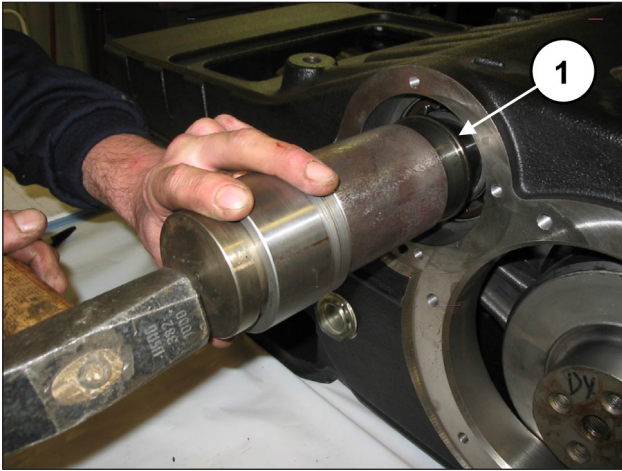
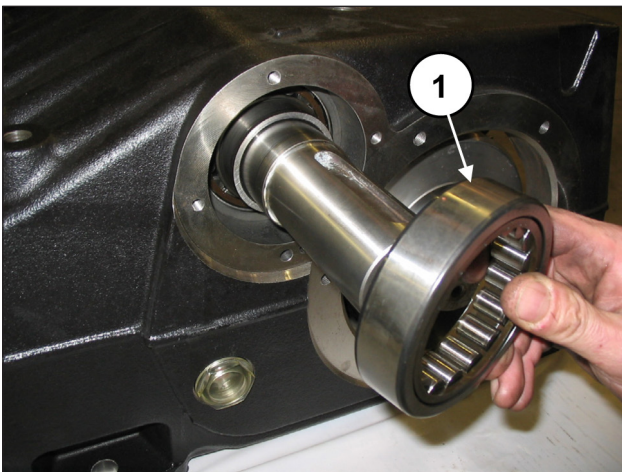

Fig. 62
Fig. 63
Insérer la bague intérieure (rep. ①, Fig. 62) et la bague extérieure (rep. ①, Fig. 63) d'un coussinet d'un seul côté de la pompe.
Insérer la bague intérieure (rep. ①, Fig. 62) et la bague extérieure (rep. ①, Fig. 63) du dernier coussinet.